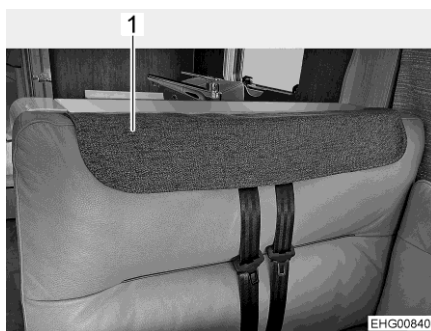

Fig. 60 Protection des ceintures de sécurité en place
Quand le véhicule est stationné, les appui-têtes peuvent être retirés du coussin de dossier de la banquette pour être assis plus confortablement. Les ouvertures pour les appui-têtes et la découpe pour les ceintures de sécurité peuvent alors être recouvertes par une protection (Fig. 60,1).
- Mettre la protection des ceintures de sécurité au-dessus de la découpe pour les ceintures de sécurité (Fig. 60).